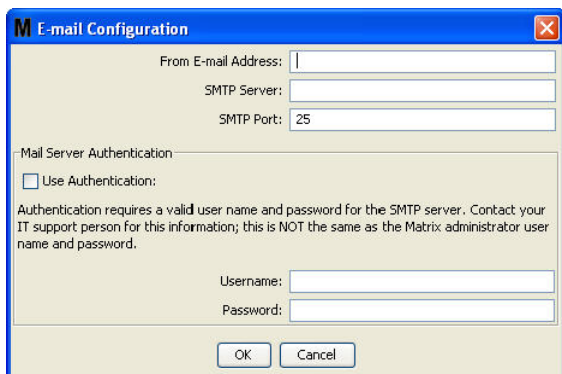

Рис. 137
2. Появится окно «E-mail Configuration» [Конфигурация электронной почты] (Рис. 137).